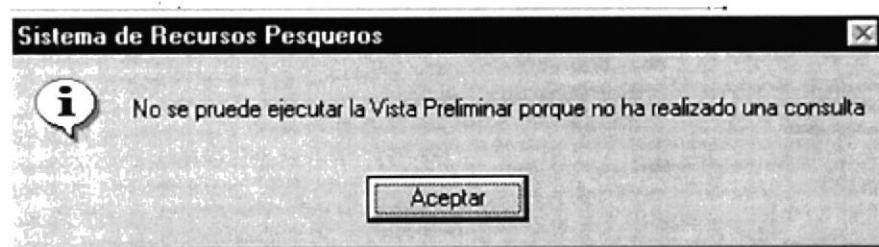

Figura 11.32 Mensaje de consulta no realizada
10. Si da click en el botón de vista preliminar sin haber realizado la consulta le aparecerá el siguiente mensaje (ver figura 11.32)